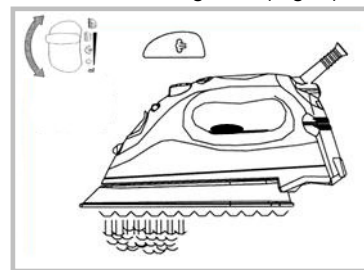

Fig. 2
4. Coloque el control de temperatura en cualquiera de las temperaturas dentro de la banda de vapor y espere a que la plancha se caliente por unos dos (2) minutos antes de usarla. Apoye la plancha en posición vertical (en una superficie estable y protegida) hasta que se caliente a la temperatura seleccionada.
5. Gire el control variable de vapor hacia la derecha para aumentar la cantidad de vapor. Al usar más vapor, la plancha usa más agua y podría ser necesario rellenarla más seguido. (Fig. 2)